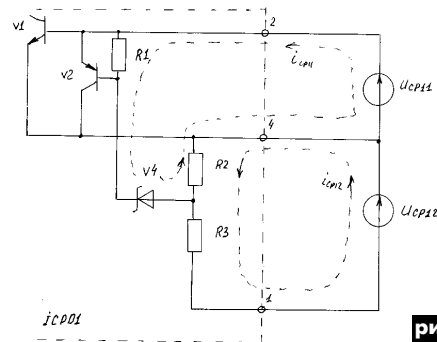

рис. 4
На рис. 4 показана эквивалентная схема формирования импульса отпираания силового транзистора V1 ICP01. До тех пор, пока QP01 не откроется, напряжение на конденсаторе CP11 будет расти. Напряжение ЭДС, накопленное на CP12, формирует отрицательный источник напряжения. При этом во время прямого хода ПН конденсатор CP12 разряжается через делитель напряжения R2, R3 ICP01. Как только условие (1) выполнится, сумма $U_{CP11} + U_{CP12}$ прикладывается к R1, V4, R3, и в результате через стабилитрон протекает ток от двух источников. Падение напряжения на R1 ICP01 прикладывается к V2 и отпира-